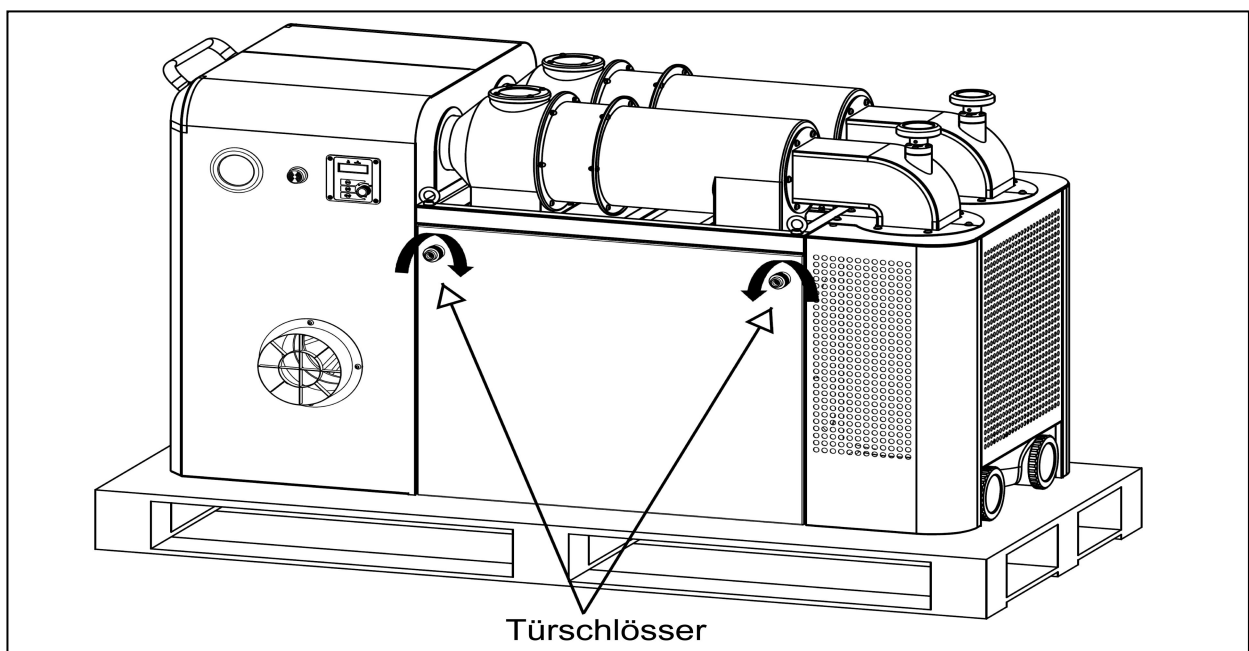
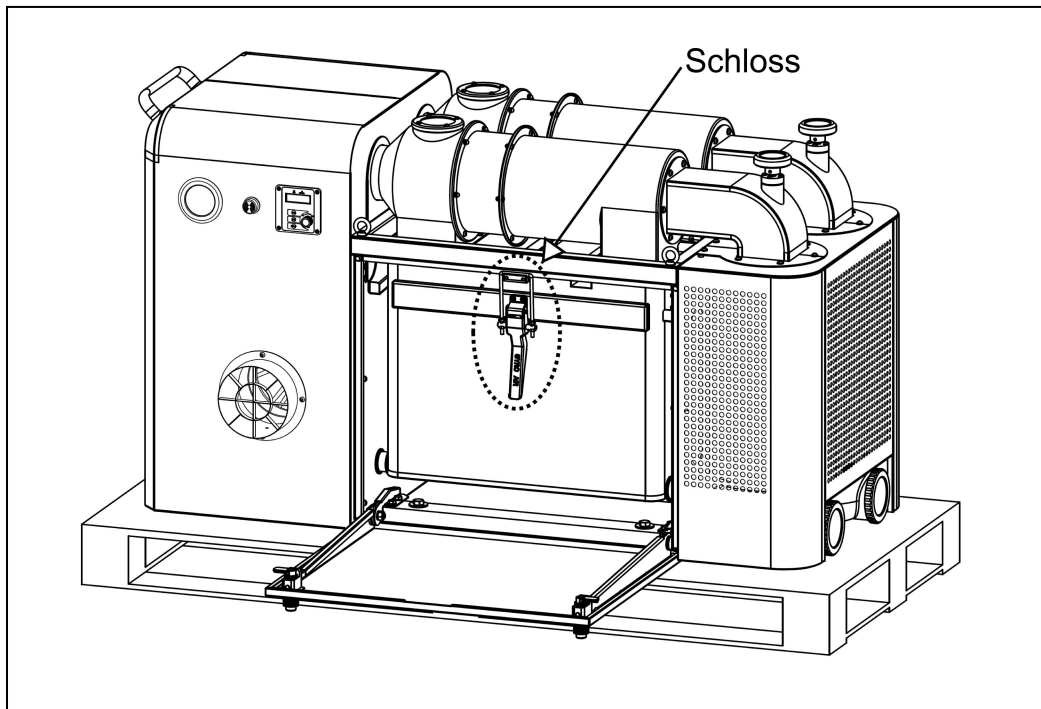

Abb.6
Abb.7
1. Entfernen Sie die Verpackung, lassen Sie die Basiseinheit auf der Palette. Wie in **Abb.6** dargestellt.
2. Drehen Sie die Knöpfe gemäß der Pfeilanzeige (**siehe Abb.6**), um die Tür zu öffnen. Lösen Sie dann den Staubbehälter (**siehe Abb.7**), und Sie können den Staubbehälter herausziehen.
Drehen Sie die Knöpfe wie mit dem Pfeil angezeigt (**siehe Abb.6**), um die Tür zu öffnen. Entriegeln Sie den Staubbehälter (**siehe Abb.7**), Sie können den Staubbehälter herauschieben.